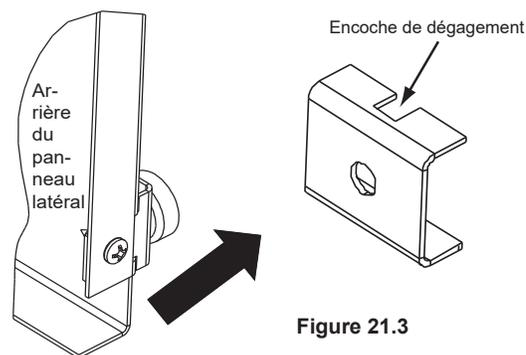

Figure 21.2
6. Fixez l'aimant sur le support. Fixez l'aimant et le support à chaque pièce latérale métallique sur le fond. L'aimant faisant face avant (**Figure 21.2**).